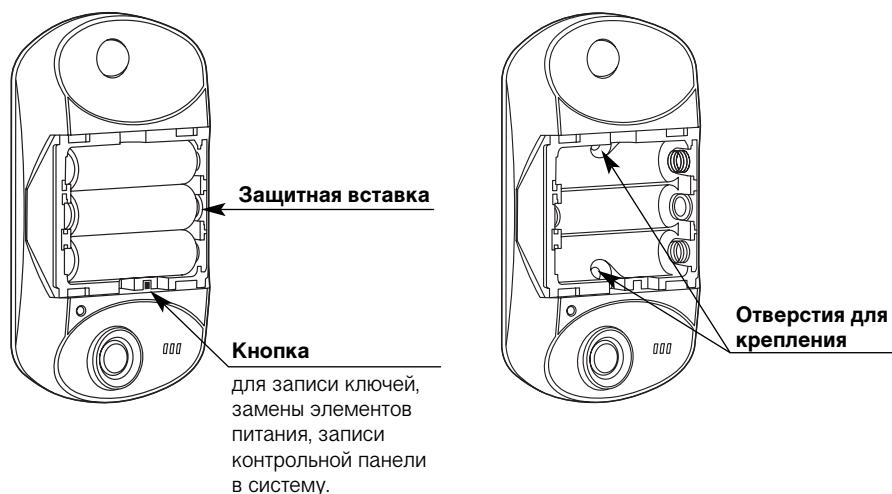

Рис. 11
1. Откройте крышку отсека элементов питания. Для этого слегка отожмите от корпуса боковые поверхности крышки и потяните ее на себя. Вы получите доступ к элементам, показанным на рис. 11.
4. Закрепите контрольную панель через специальные отверстия, находящиеся под элементами питания (рис. 11). Для этого: удалите элементы питания, закрепите панель, вставьте элементы питания, соблюдая полярность («минусом» к пружинному контакту). Убедитесь, что питание включено (см. пункт 2).